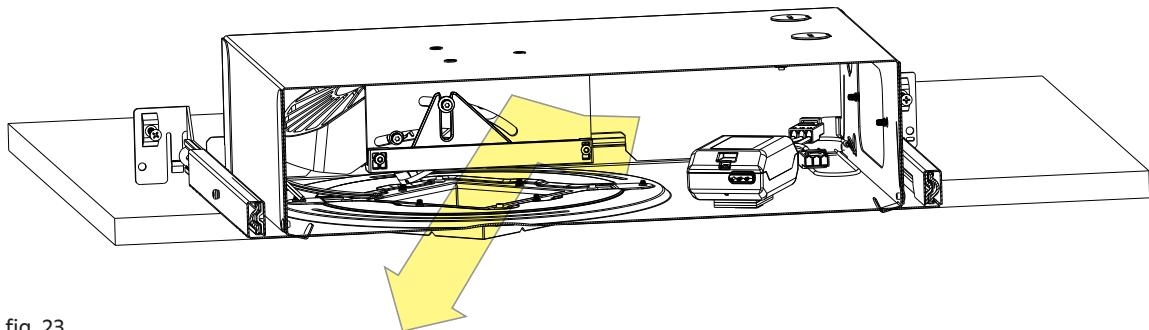

fig. 23
- d. Tirez sur le câble pour libérer l'alimentation du luminaire à travers l'ouverture (voir fig. 23).